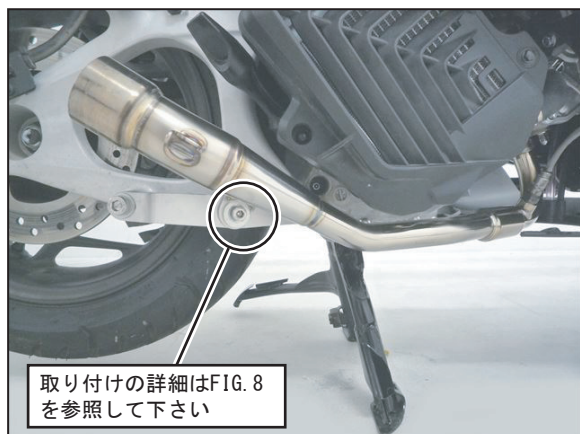

FIG. 8
7. ①エキゾーストパイプのステーを、⑦キャップボルトM8×20と⑪平ワッシャM8×26、⑭フランジナットM8を使用して③エキゾーストパイプステーに仮締めして下さい。(FIG. 8, 9 参照)